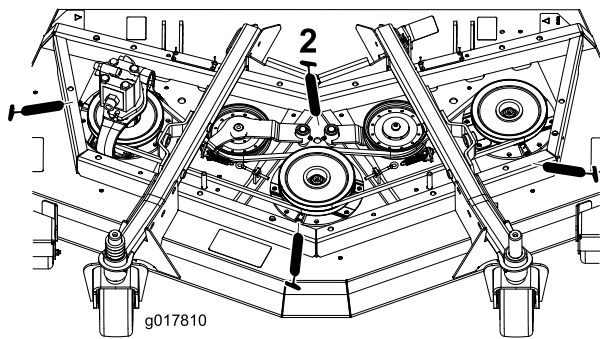

Figura 80
- Três rolamentos do eixo – localizados debaixo da polia (Figura 80)
- Casquilhos da articulação do braço intermédio (Figura 80)